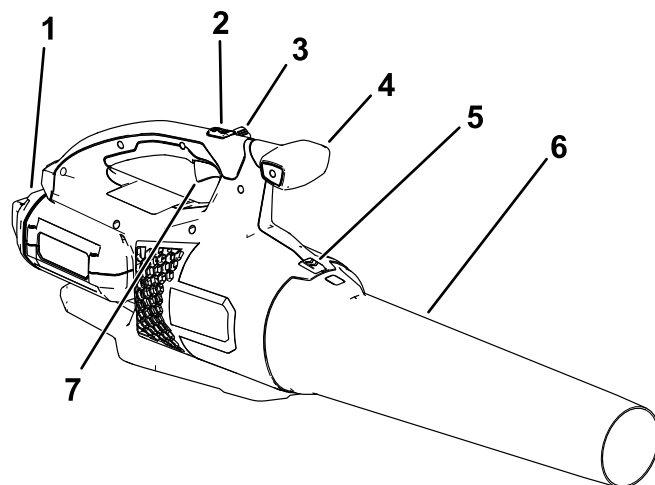

Figur 1
Skyv blåserøret på blåserhuset. Du må kanskje trykke ned tappen for blåserøret for å låse det på plass (Figur 1).
3. Ta tak i håndtaket og skyv batteripakken inn i håndtaket til låsen låses på plass (Figur 1).